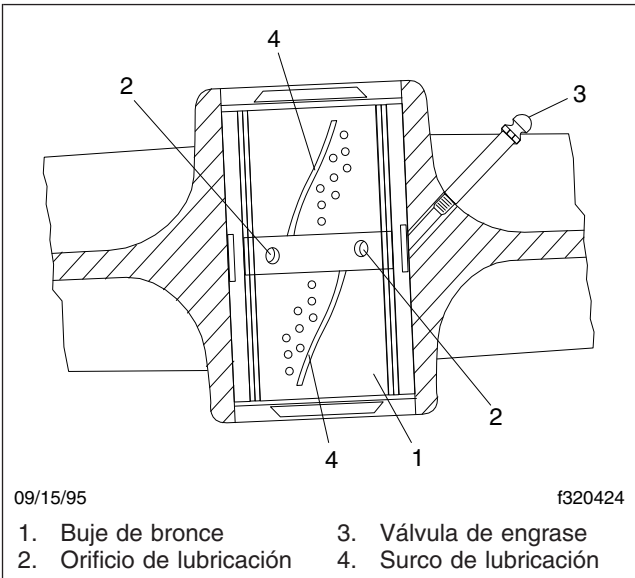

Figura 7, Lubricación de los bujes de las series Hendrickson RT2 y RTE2
3. Utilice grasa multiuso para el chasis y lubrique los bujes de bronce con hendidura de bola de los ojos de muelle por la válvula de engrase: vea la Figura 7. Continúe realizando la lubricación hasta que la grasa salga por ambos costados del buje. Si la espiga de contacto no acepta el lubricante, retírela y limpie los canales de lubricación en los puntos en los que el lubricante se pueda haber endurecido.